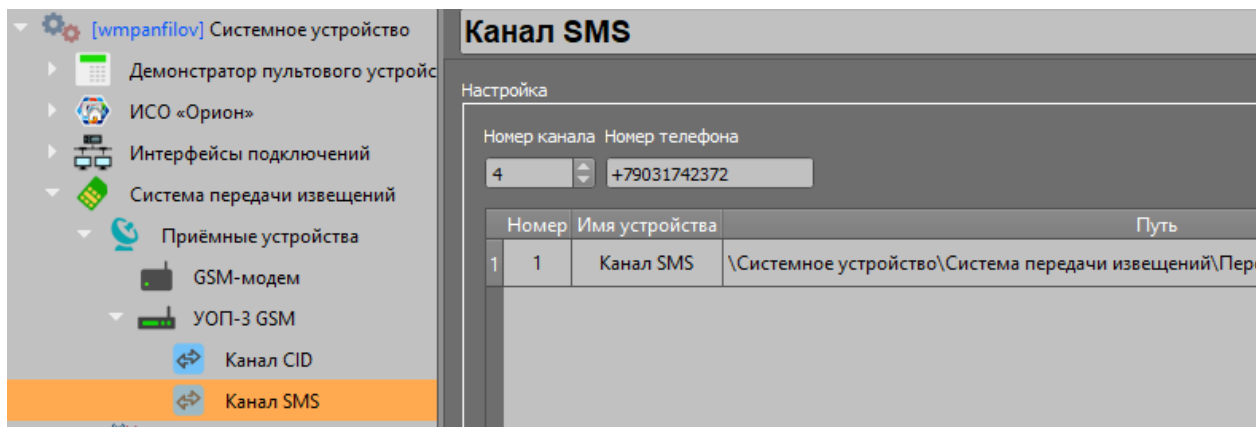

Рисунок 3-38. Свойства канала «УОП-3 GSM» после привязки канала «УО-4С»
1. Перейти в свойства канала «УОП-3 GSM» – Канал SMS. Проверить номер канала (должен быть указан №4), указать номер телефона SIM карты, установленной в «УОП-3 GSM» (Рисунок 3-38).